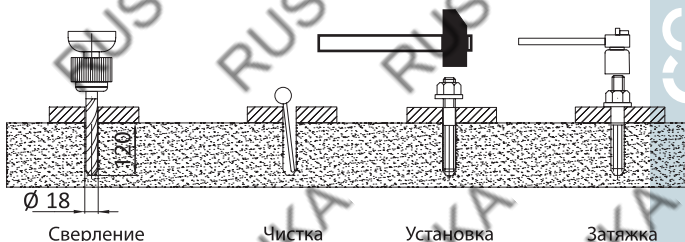

Рисунок 5 – Установка анкерных болтов
1. Подъемник необходимо устанавливать на ровное и прочное основание, которое должно обеспечивать максимальную, рассчитанную исходя из грузоподъемности подъемника, несущую способность, при любых возможных условиях работы. Для напольного монтажа необходим бетон марки не ниже М350, средняя прочность 327 кгс/см². Крепление подъемника осуществляется 8 анкерными болтами (мин. рекомендованный диаметр 16 мм). Схема крепления показана на рис. 5.